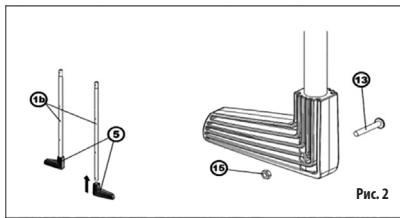

Рис. 2
Нижние уголники (5) надвините на правильный конец (в соответствии с отверстиями) нижних трубок задних ножек (1b). Зафиксируйте с помощью соответствующих болтов (13) и гаек (15). (Рис. 2)